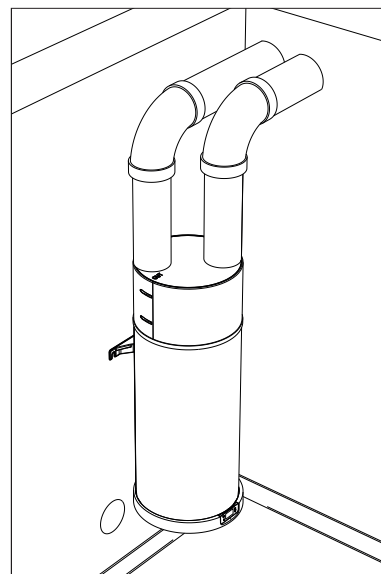

fig. 33
- IN și OUT canalizate („fig. 33” și „fig. 34”)